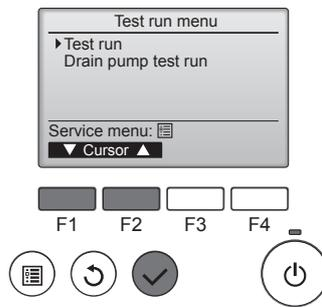

Fig. 7-5
- С помощью кнопки **[F1]** или **[F2]** выберите пункт "Test run" (Тестовый прогон) и нажмите кнопку . (Fig. 7-5)